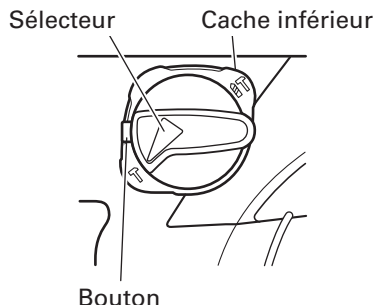

Fig. 8
(1) Commutation sur “percussion”
- (b) Aligner ▲ du levier de sélection sur T du support de levier comme indiqué sur la Fig 8.